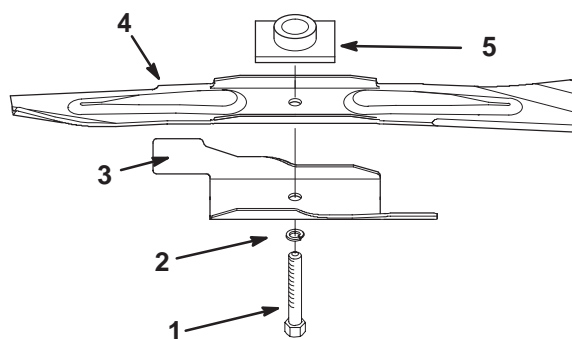

Figure 23
2. Déposer le boulon de lame, la rondelle-frein, l'accélérateur de lame et la lame (Fig. 23).
1. Monter la lame sur l'axe et le porte-lame. Les extrémités incurvées doivent être tournées vers le carter de tondeuse, et le porte-lame doit se loger dans le creux de la lame (Fig. 23).
2. Monter l'accélérateur de lame, la rondelle-frein et le boulon de lame (Fig. 23).